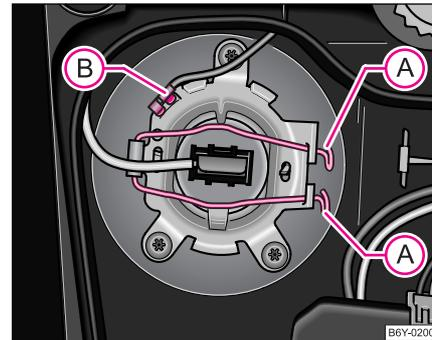

Abb. 167 Ausbau der Glühlampe für Fernlicht
- Die Steckverbindung (B) ⇒ Seite 235, Abb. 167 zusammenstecken.